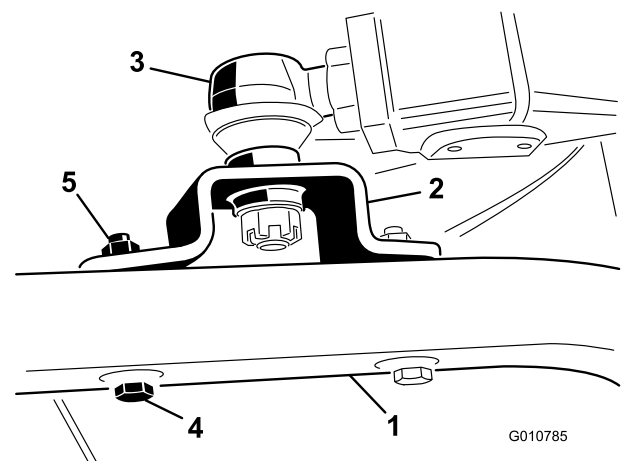

Bild 6
- Befestigen Sie die Kugellagerbefestigungen mit zwei Kopfschrauben (7/16 x 3 Zoll) und Bundmuttern (7/16 Zoll) an jedem Laufradarm (Bild 6).
- Ziehen Sie die Klemmmutter fest, mit der das Kugellager am Hubarm befestigt ist (Bild 6).